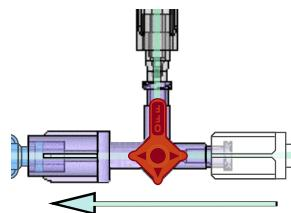

Afbeelding 5 – Contrastvloeistofinjectie (besparen AAN)
- a. Draai de afsluitkraan van de DyeVert Power XT zodanig dat deze op stand AAN staat voor zowel de afsluitkraan voor ventielkeuze als de katheret om contrastmiddel te besparen tijdens het injecteren van contrastmiddel (zie afbeelding 5).